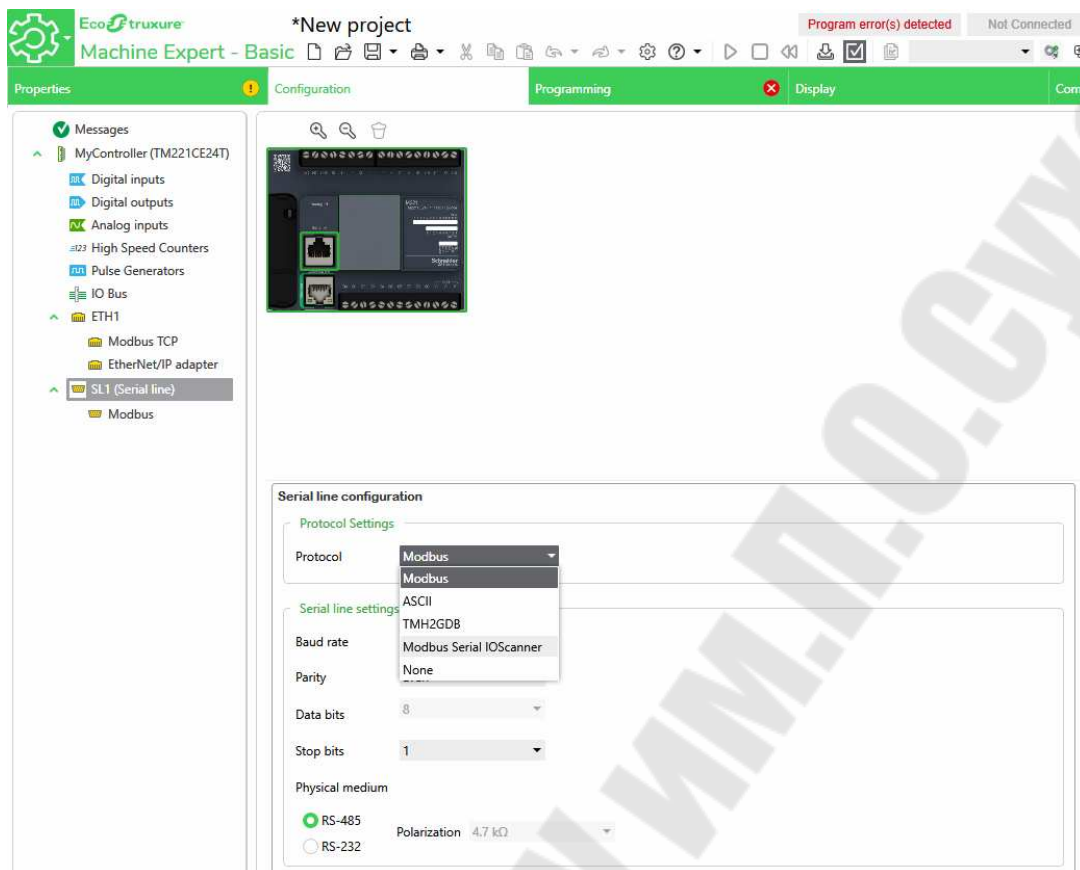

Рис. 8.3. Выбор протокола
- В ПО *Machine Expert-Basic* перейти во вкладку *Configuration*, затем выбрать подраздел *SL1 (Serial line)*. Необходимо выбрать протокол *Modbus Serial IOScanner* (рис. 8.3).